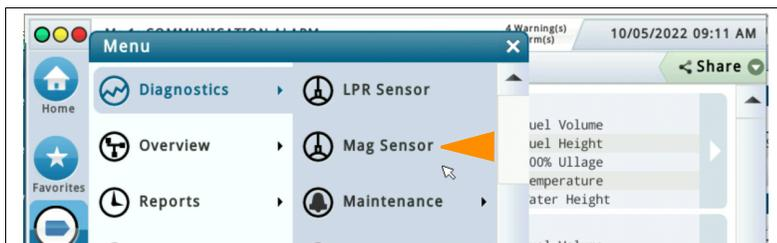

Figura 52. Acceso a la pantalla de diagnóstico del sensor Mag
1. Seleccione Menú > Diagnóstico > Sensor Mag (véase la Figura 52) para acceder a la pantalla Diagnóstico Sensor Mag (véanse la Figura 53 y la Figura 54). Seleccione el sensor Mag cuya información desea ver (elemento 2, Figura 53).